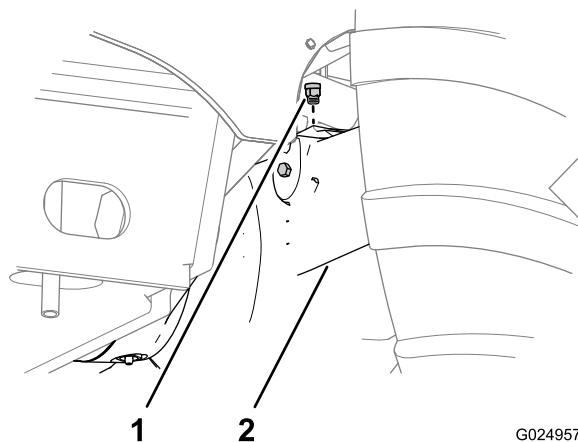
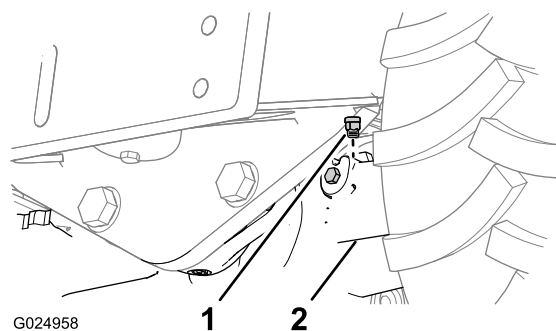

Figura 92
Figura 93
1. Pulite la zona intorno agli sfiatatoi con un solvente detergente (Figura 92 e Figura 93).
2. Togliete gli sfiatatoi dall'assale anteriore e dagli assali posteriori (Figura 92 e Figura 93).
5. Montate gli sfiatatoi sugli assali anteriori e posteriori (Figura 92 e Figura 93).